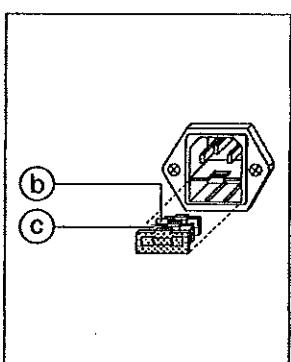

Fig. 5.2
Enlever le fusible défectueux ⑥ et le remplacer par le fusible de réserve ⑦ dont on aura préalablement vérifié l'ampérage (fig. 5.2).
Reemplazar el fusible dañado ⑥ con el de reserva ⑦, verifique que las características del fusible de reserva sean las correctas (Fig. 5.2).